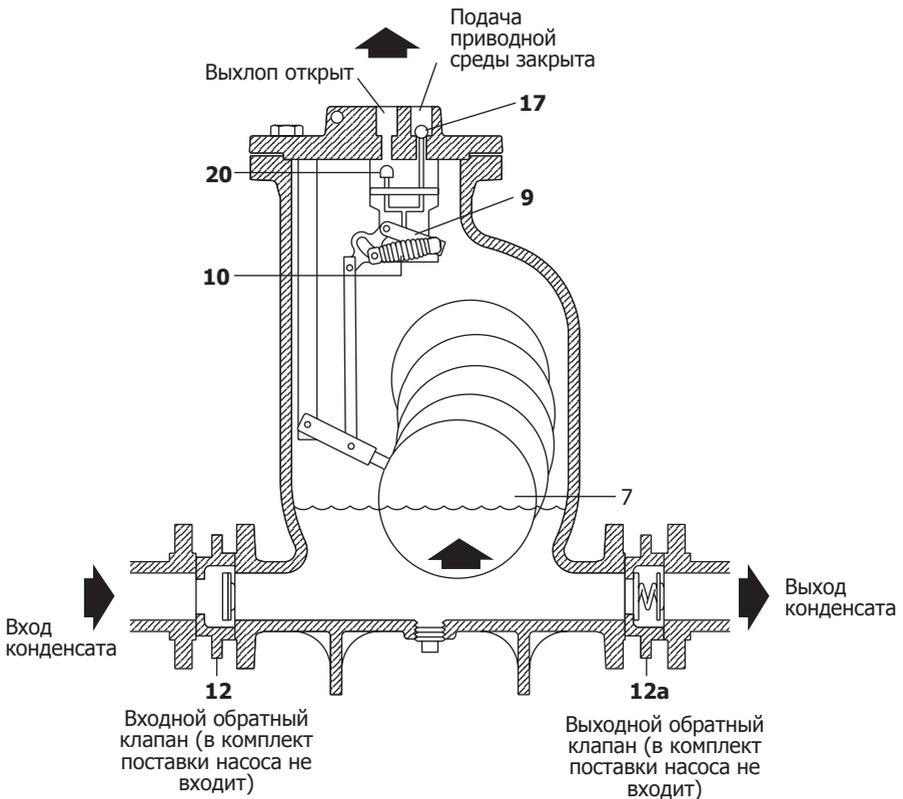

Рис. 6 Цикл заполнения
1. Перед пуском поплавков (**7**) находится в нижней точке, клапан подачи пара (**17**) закрыт, клапан выхлопа (**20**) открыт (Рис. 6).